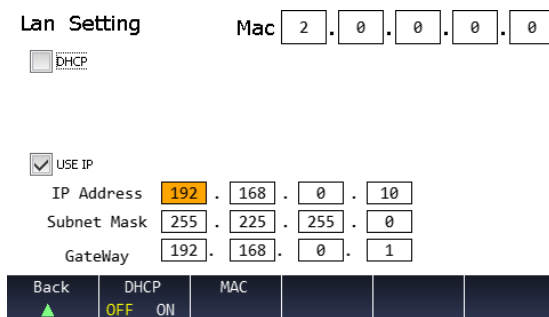

图 3-14 LAN 口参数设置
(1) 按下 LAN 对应的软键，切换到 LAN 口参数设置界面，如图 3-14 所示。